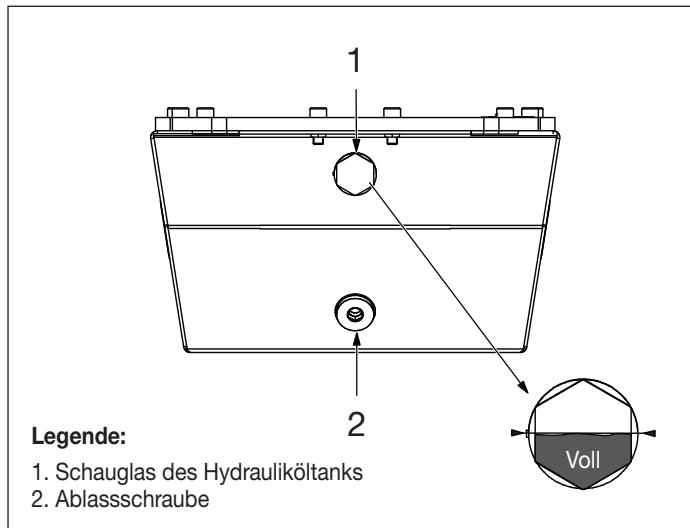

Abbildung 10: Hydrauliköltank
5. Mithilfe des Schauglases des Hydrauliktanks visuell Ölstand kontrollieren. Der Tank ist voll, wenn der Ölstand etwa auf halbem Weg zwischen der Ober- und Unterkante des Schauglases liegt. Siehe Abbildung 10.
Wechseln Sie das Öl gemäß den folgenden Schritten. Siehe Abbildung 10.
5. Stellen Sie eine geeignete Wanne oder einen geeigneten Behälter mit entsprechendem Fassungsvermögen unter die Ablassschraube des Hydrauliktanks. Siehe Abbildung 10.